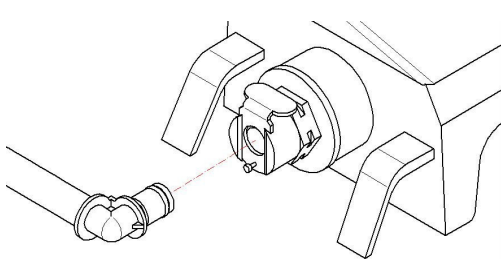

Fig. 1
6. No olvide **conectar el tubo de agua** presionando hasta oír el “clic” (Fig. 1).
- Para proceder a la purga y calibración de la bomba de líquido, no monte todavía el tanque de escayola. Monte sólo el tanque pequeño lleno de líquido y asegúrese de que ha conectado el tubo de agua presionando hasta oír el “clic” (Fig. 1).